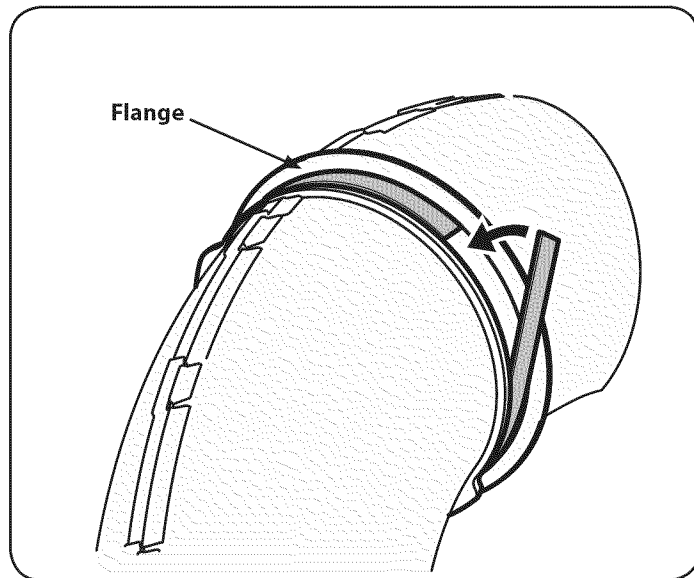

Figure 22
1. Desprenda el respaldo de la tira de espuma autoadhesiva (721-04388) que ha sido incluida dentro de su cartón de contenido. Aplica a la tolva superior, al ras contra el reborde como se muestra en la Figure 22.